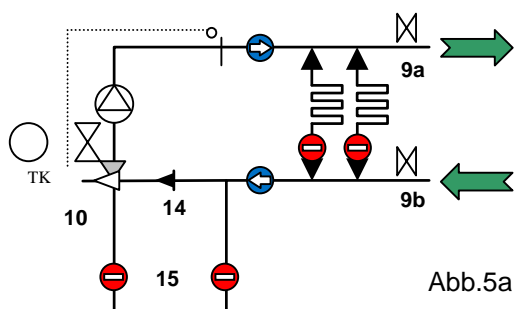

Abb.5a
Vul daarna de verdeler en het regelstation met verwarmingswater volgens VDI 2035. Daarvoor sluit u de vulslang (9b) en de aftapslang aan op de aanvoer (9a) (Afb. 5a). Open de kranen (9a en 9b) en vul de verdeler en het regelstation, tot er water uit de kraan van de aanvoer (9a) komt. Sluit daarna beide kranen weer. Bij koude watertemperaturen moet het voelerelement van de thermostaatkop (10) uit de dompelhuls worden getrokken of een beschermkap in plaats van thermostaatkop worden gebruikt, zodat de doorstroming door de driewegklep verzekerd is.